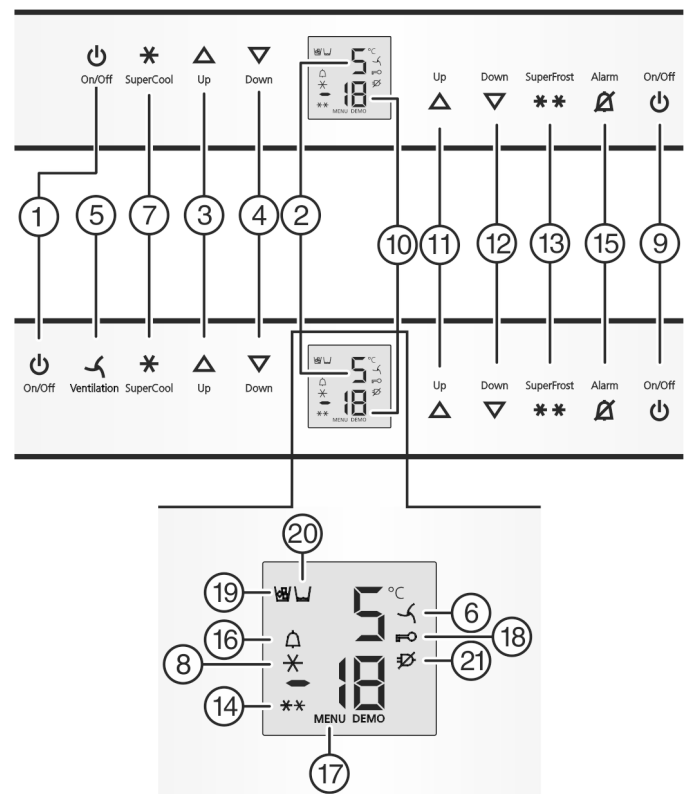

Fig. 2
- ▷ Het symbool Menu *Fig. 2 (17)* is verlicht.
- ▶ Druk kort op de toets SuperFrost *Fig. 2 (13)* om te bevestigen.
- ▶ om de kinderbeveiliging in te schakelen, drukt u kort op de toets SuperFrost *Fig. 2 (13)*.
- ▷ Het symbool kinderbeveiliging *Fig. 2 (18)* brandt. Op de display knippert **c**.
- ▶ om de kinderbeveiliging uit te schakelen, drukt u kort op de toets SuperFrost *Fig. 2 (13)*.
- ▷ Het symbool Kinderbeveiliging *Fig. 2 (18)* dooft. Op de display knippert **c**.
- ▶ Instelmodus deactiveren: toets On/Off vriesgedeelte *Fig. 2 (9)* indrukken.
- ▶ Toets On/Off vriesgedeelte *Fig. 2 (9)* indrukken.
- ▶ Toets On/Off koelgedeelte *Fig. 2 (1)* indrukken.
- ▶ Instelmodus activeren: toets SuperFrost *Fig. 2 (13)* ca. 5 s indrukken.
- ▶ Toets Alarm *Fig. 2 (15)* indrukken.
Tegelijkertijd knippen de temperatuurdisplay en het symbool Alarm *Fig. 2 (16)*.